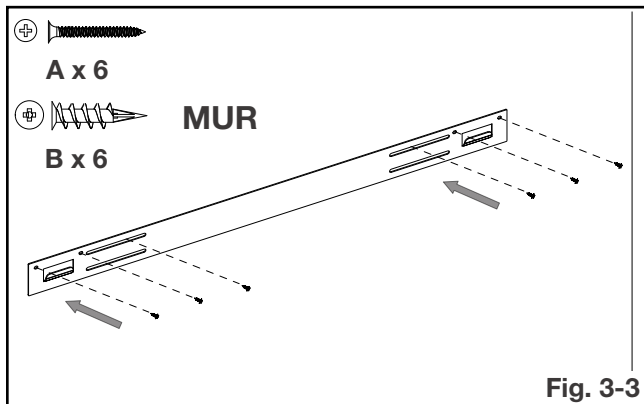

Fig. 3-3
- F. Marquez l'emplacement, puis montez le support de montage sur le mur à l'aide des vis (fournies) (**Fig. 3-3**). Les crochets de ce support DOIT face vers le haut et le support doit être niveau.